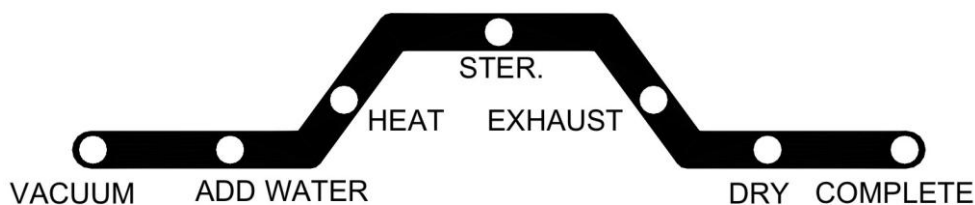

Figura 17
- D. Presione el botón "START" , la temperatura de ajustes, duración, y tiempo de secado se desplegarán dos veces en la pantalla de tres dígitos, y luego el esterilizador funcionará automáticamente con el programa seleccionado. El proceso actual del ciclo de esterilización se indica mediante la luz LED iluminada en el indicador de estado de proceso. (Figura 17)